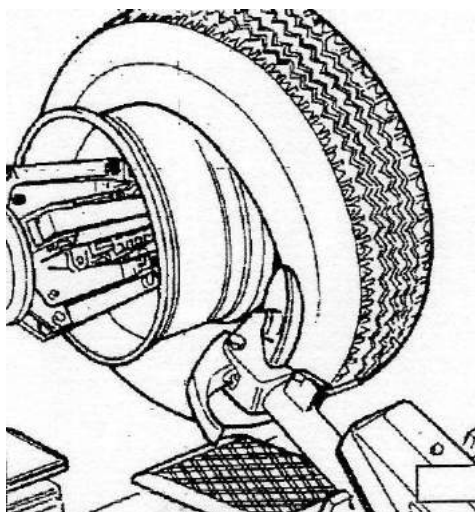

Рисунок 17
– Если шину несложно демонтировать, когда борта ослаблены, надавливайте диском отжима борта на внутреннюю поверхность шины, пока оба борта не отойдут от обода (см. Рисунок 17).